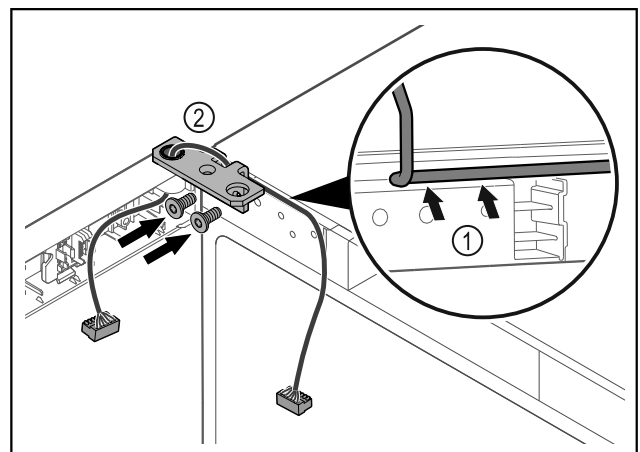

Fig. 43
- ▶ 将电缆穿过合页角铁的缺口并小心铺设 Fig. 43 (1)。
► 拧上合页角铁 Fig. 43 (2)。